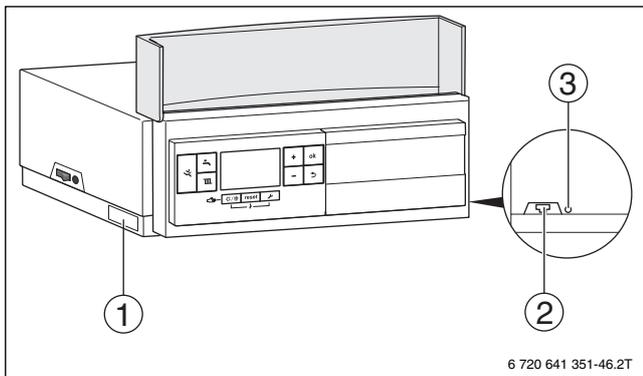

Bild 18 Netzwerkanschluss an der Logamatic MC100 mit IP-Modul
Die Login-Daten (Anmeldedaten) sind auf dem Typschild des IP-Moduls aufgedruckt (→ Bild 18, [1]).
- ▶ reset-Taste IP-Modul (→ Bild 18, [3]) mit einem geeigneten Gegenstand (z. B. Kugelschreiber) für mindestens 5 Sekunden gedrückt halten.